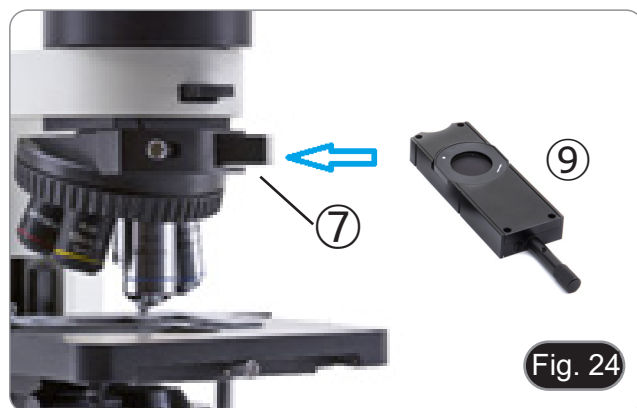

Fig. 24
6. Una vez que se encuentre la máxima atenuación, retire la corredera del revólver, retire el analizador de la corredera vacía e insértelo en el prisma DIC. Ahora inserte la corredera DIC ⑨ en la ranura ⑦. (Fig. 24)
7. Gire la torreta del condensador ⑩ para insertar el prisma DIC correspondiente al objetivo en uso. (Fig. 24)